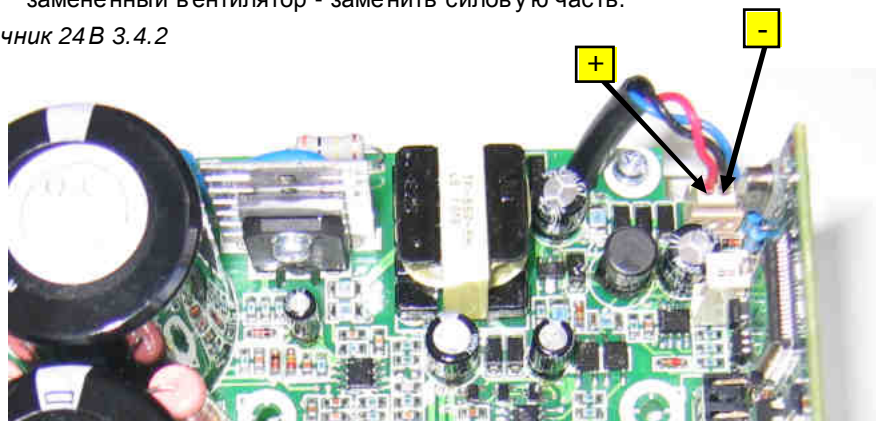

Рис. 4.10 Диагностика вентилятора
4.8.2. Подключить вентилятор к источнику постоянного напряжения 24 В, соблюдая полярность («+» красный провод, «-» чёрный, см. рис. 4.10), подать напряжение. Если вентилятор не вращается, заменить его на новый. Если не вращается замененный вентилятор - заменить силовую часть.